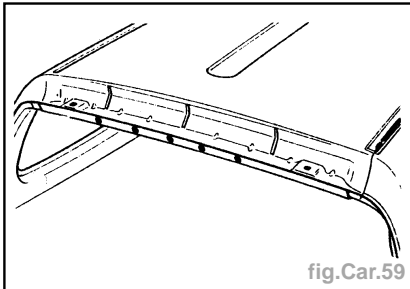

fig.Car.59
- Soudure (fig. Car.59 et 60).